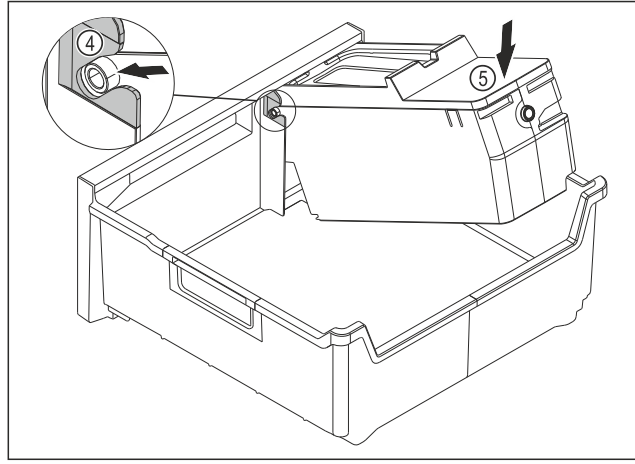

Fig. 170
- EasyTwist-Ice gövdesini monte edin: EasyTwist-Ice gövdesinin eksenlerini kılavuzlara Fig. 170 (4) itin.
- EasyTwist-Ice gövdesini Fig. 170 (5) arkadan aşağı bastırın.